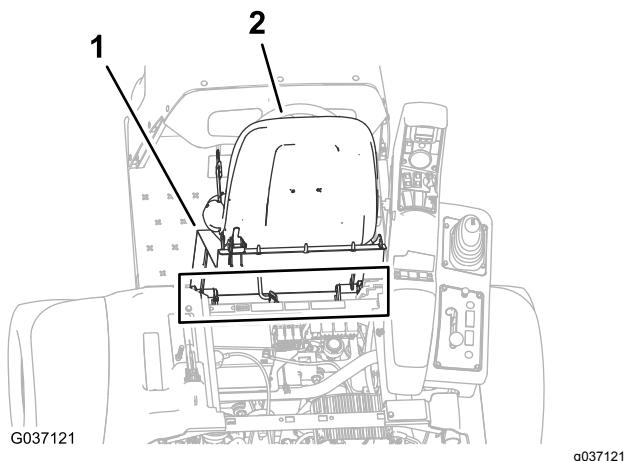

图223
2. 将座板枢轴接头内的孔与机箱支架中的孔对齐图223。
3. 用 2 个枢轴销将座板安装到机箱支架上图223。
4. 用 2 个发卡销将枢轴销固定到机器上图223。